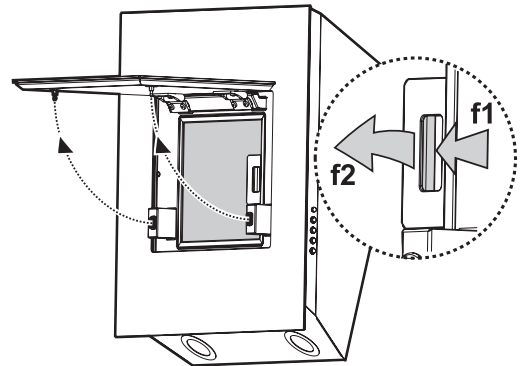

Fig. 2
3. **Avlägsna fettfiltren:** (**Fig. 2**) för att avlägsna det dra fjäderhandtaget bakåt (f1) och dra sedan ut filtret (f2)
1. Öppna panelen och ta ut fettfiltret (**Fig. 2**).